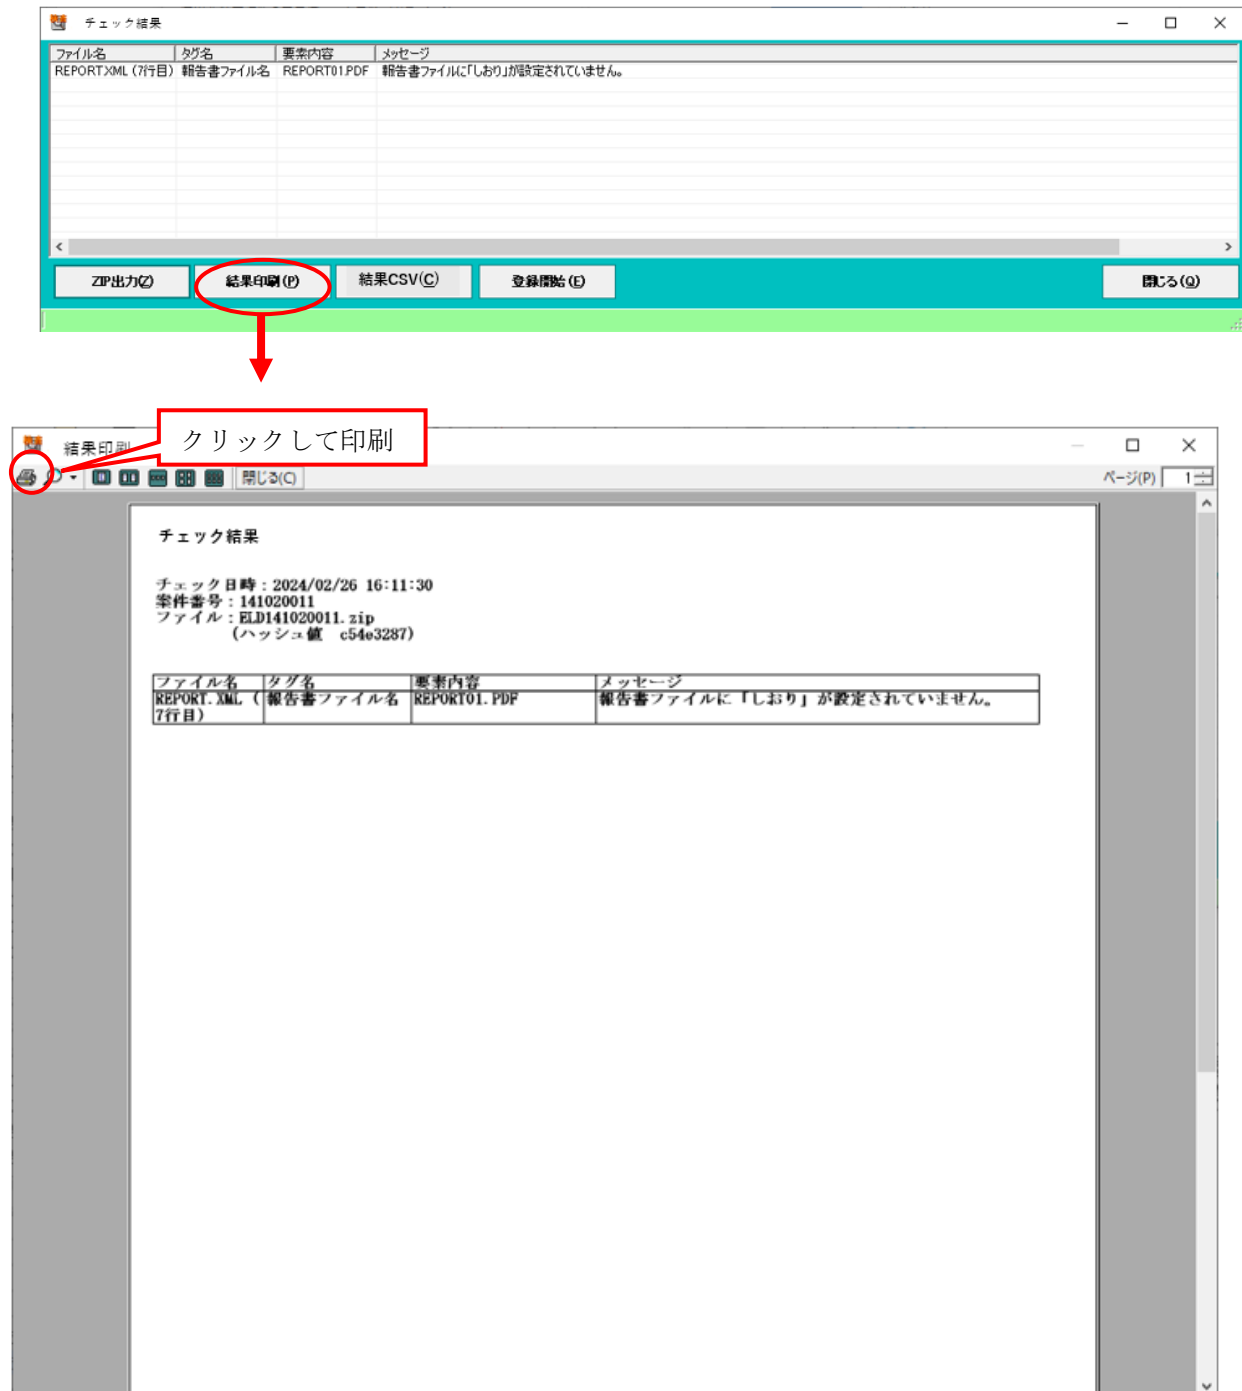

図 4-23 チェック結果印刷プレビュー
- ・チェック結果は、オンライン電子納品する際に必要となります。（図 4-23 でPDF保存するか、紙に印刷したものをスキャニングしてPDFを作成します）